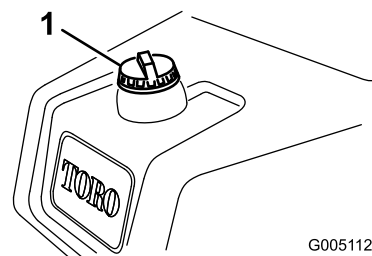

図 28
1. 燃料キャップ（図 28）の周囲をきれいに拭いてキャップ外す。